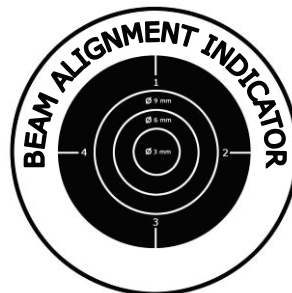

Abb. 6-2 Anzeige des Strahlindikatos
5. Die Größe und Position des roten Pilotlichts auf der Indikatorfläche (Abb. 6-2) registrieren